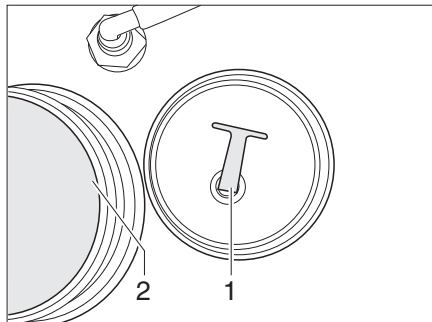

Fig. 336 Tapón de cierre
- Extraer o desenroscar el tapón de cierre (Fig. 336,1) del orificio de salida (Fig. 336,2). Se vacía el agua.